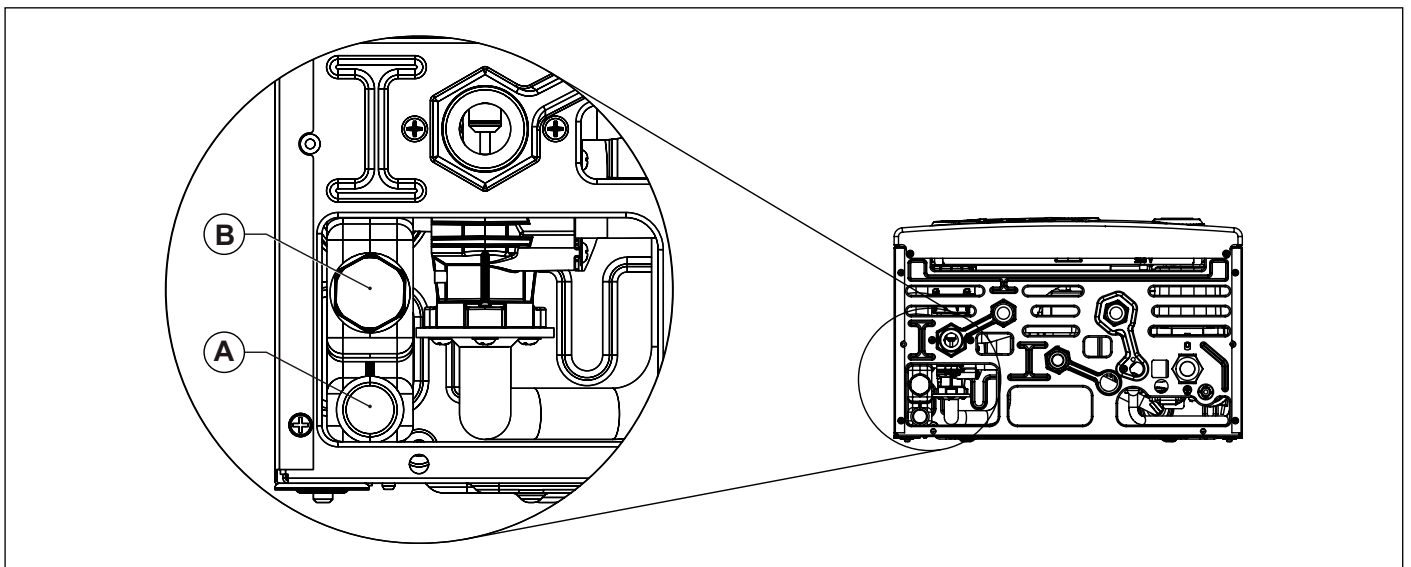

Fig. 20 Descarga condensación
Si no existen contraindicaciones especiales, la condensación producida en la fase de combustión debe ser encauzada (por medio del conducto de evacuación de la condensación) a un sistema de evacuación que la haga fluir a la red de evacuación de los reflujos domésticos que por su componente básico, contrarresten la acidez de la condensación de los humos. Para evitar un retorno de los malos olores de la red de evacuación de los reflujos domésticos, se recomienda aplicar un sellado anti-olores entre el sistema de evacuación de la condensación y la red de evacuación de reflujos domésticos. El sistema de evacuación de la condensación y la red de evacuación reflujos domésticos deben estar contruidos con materiales adecuados, resistentes al ataque del agua de condensación. El sistema de evacuación de la condensación se debe conectar a la específica conexión (A) preparada en la caldera (ver Fig. 20 Descarga condensación).